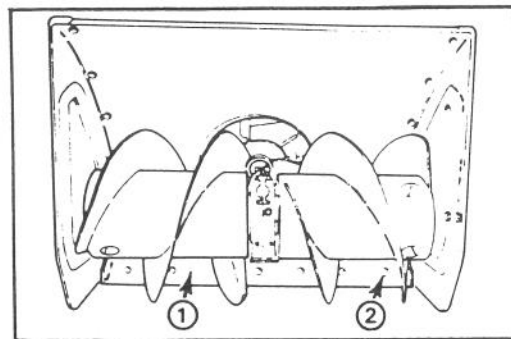

Abbildung 16
3. Als nächstes die Sicherungsschrauben (6), die die Schürfleiste mit dem Schneckengehäuse verbinden, lockern (Abb. 16).